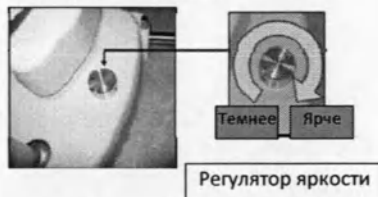

Рис. 3.1.3
16. После включения главного выключателя загорится лампа осветителя. Поверните регулятор яркости для проверки яркости лампы. При включении питания загорится индикатор питания (Рис. 3.1.3)
20. Поверните регулятор яркости лампы против часовой стрелки (Рис. 3.1.3), яркость должна понизиться.
Включите питание прибора и установите регулятор яркости лампы (Рис. 3.1.3) в центральное положение. С помощью винта регулировки ширины щели (Рис. 2.3.1) установите ширину щели в 2-3мм.